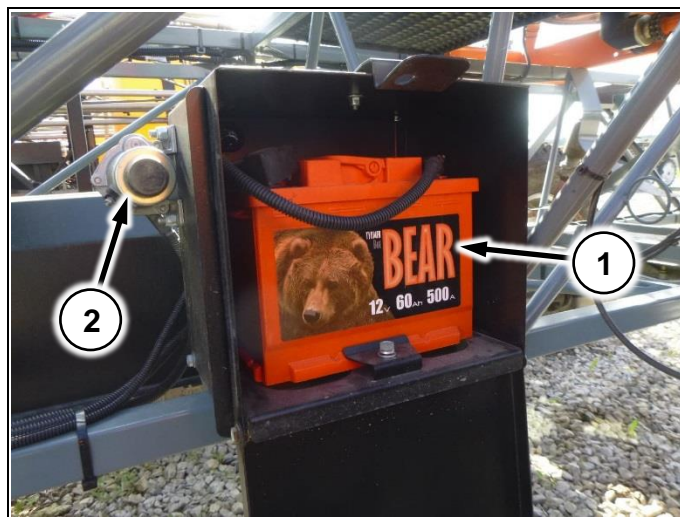

Рис. 14
- Аккумулятор установлен в ящике с правой стороны машины (Рис. 14/1).
- (Рис. 14/2) – выключатель массы